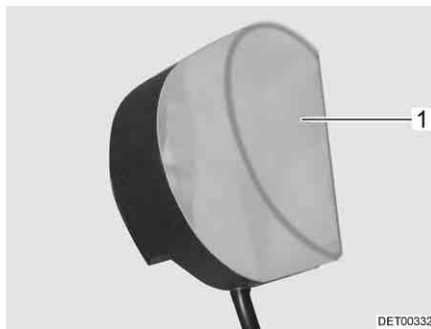

Fig. 123 Luci armadi guardaroba
- Comprimere leggermente e rimuovere la copertura della lampada (Fig. 123,1).